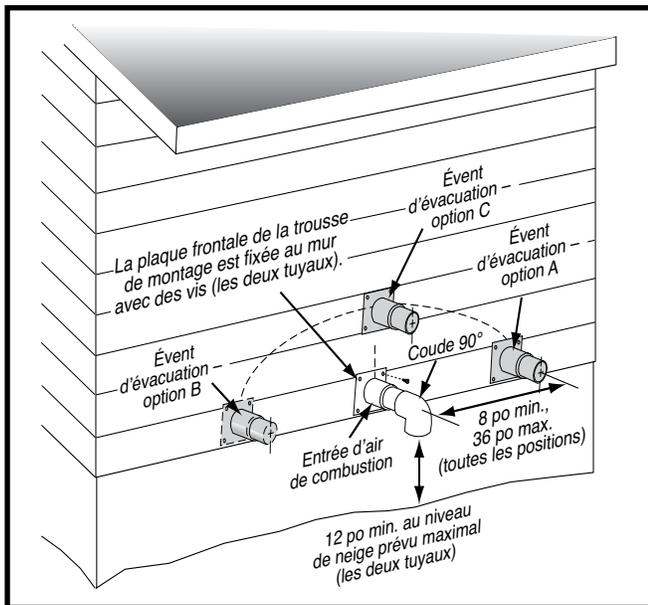
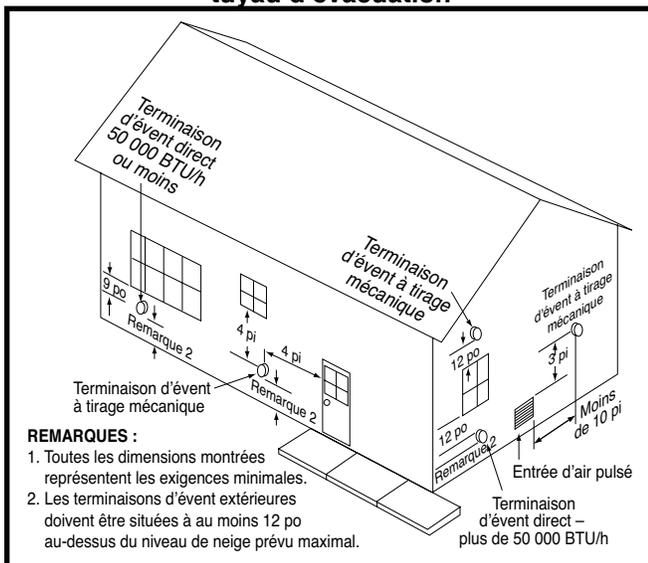
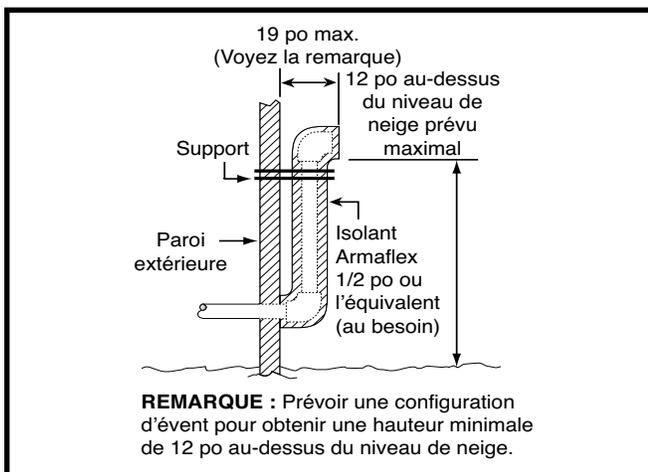
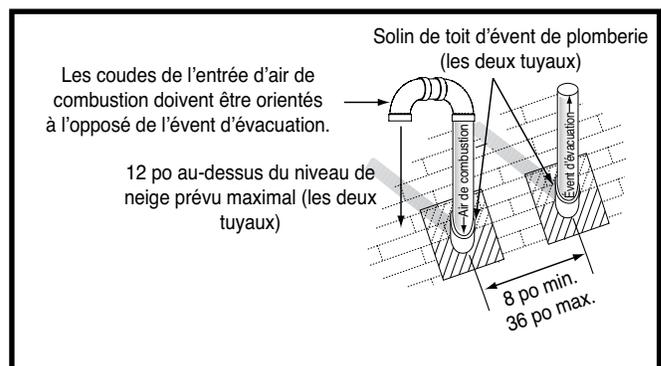

Figure 1. Dégagements du tuyau d'admission et du tuyau d'évacuation
Figure 2. Emplacements de l'évent
Figure 3. Autre installation d'un conduit d'évent horizontal
Figure 4. Terminaison d'évent vertical
- Si on utilise un système à 2 tuyaux, l'admission d'air de combustion et l'évacuation doivent être situées dans la même zone de pression atmosphérique. Cela signifie que les deux tuyaux doivent sortir du bâtiment par la même portion de mur extérieur ou de toit tel qu'indiqué dans la Figure 1, la Figure 2 et la Figure 4 et la Figure 36.
- La prise d'air d'évacuation et la prise d'air de combustion doivent être installées tel que décrit dans la Figure 1, la Figure 2, la Figure 3 et la Figure 4 et conformément aux présentes instructions :
- Tous les dégagements minimaux (Figure 2) doivent être maintenus pour protéger les matériaux du bâtiment contre la dégradation causée par les gaz de combustion.
- Lorsque le tuyau d'évent doit sortir par un mur extérieur à proximité du niveau du sol ou du niveau de neige prévu et qu'il n'est pas possible d'obtenir les dégagements indiqués à la Figure 1, il est possible d'utiliser un tuyau montant, comme indiqué à la Figure 3. Il faut utiliser de l'isolant pour éviter le gel de cette section de tuyau. Consultez le Tableau 3 pour la protection contre le gel du conduit d'évent.
Les exigences relatives à l'espacement des terminaisons entre le toit et chaque terminaison sont indiquées à la Figure 4. L'endroit où le conduit traverse le toit doit être doté d'un solin approprié et étanche; on peut utiliser un chaperon de toit ou un solin équivalent. La tuyauterie d'évent et la tuyauterie d'air de combustion peuvent être installées dans une cheminée existante non utilisée, à condition que :
- les dégagements de terminaison indiqués à la Figure 4 sont maintenus.